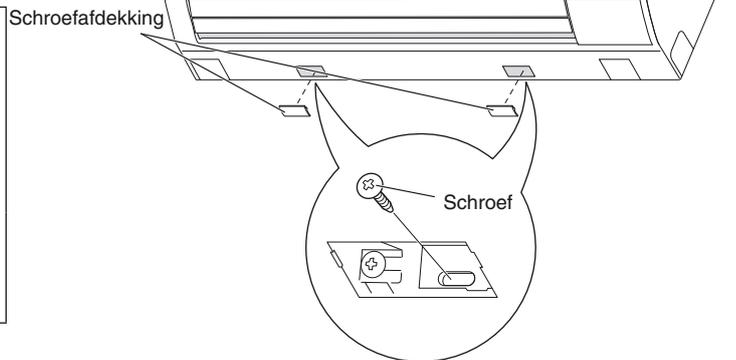

Afb. 3-33
- (3) Druk op de 2 Δ merktekens op het onderste deel van de binnenuit en maak de lippen los. Til de binnenuit vervolgens van de wand af. (Afb. 3-33)